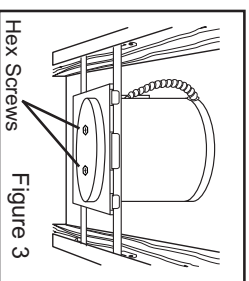
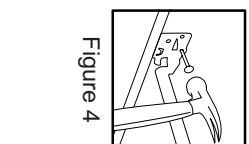

Figure 3
Figure 4
Step 1. Extend bar hangers to fit between joists. Bar hanger foot is contoured to easily align with bottom of joist (Fig. 3). Position fixture by hammering Real-Nails™ into joists (Fig. 4).
Step 4. When installing in drywall, cut appropriate sized hole.* After installing drywall, if necessary, adjust fixture for ceiling thickness by loosening hex screws that attach the round housing to the plaster frame. (Fig. 3)
Paso 1. Extienda las suspensiones de la barra al ajuste entre las vigüetas. El pie de la barra está formado para alinearse fácilmente con el fondo de la vigüeta (Fig. 3). Coloque el accesorio manteniendo los Reals-Nails™ en las vigüetas (Fig. 4).
Paso 4. Al instalar en el drywall, corte apropiadamente la medida del agujero.* Después de instalar el drywall, en caso de necesidad, ajuste el accesorio para que quede al nivel del techo aflojando los tornillos adentro de la cubierta redonda (Fig. 3).